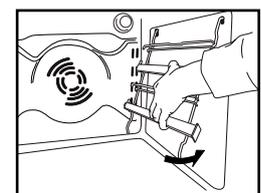

Fig. 4
4. Reponha as grelhas de suporte laterais na cavidade (Fig. 4).